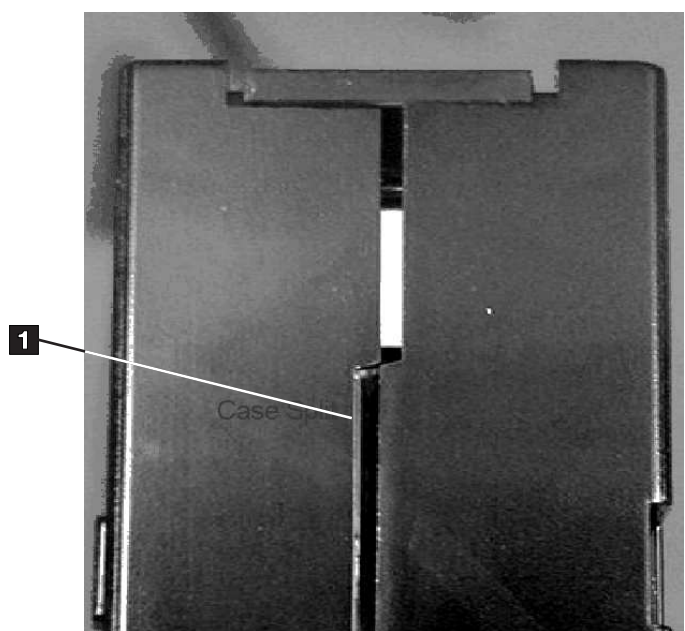

Figura 129. Comprobación de huecos en las juntas de un cartucho
- Examine la parte posterior del cartucho (la parte que se carga primero en el compartimento de carga de la cinta) y asegúrese de que no haya huecos en las juntas del chasis del cartucho. Si hay huecos en las juntas (consulte la Figura 129), puede que el eje de guía se desencaje.